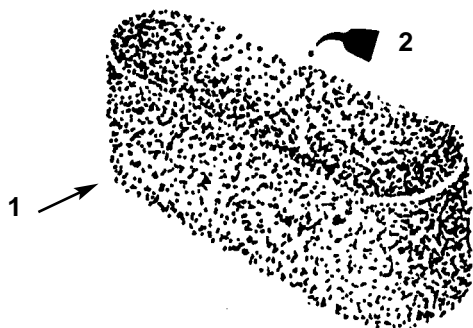

Fig. 30
- C. Versate 25-50 g di olio sul filtro (Fig. 30), e strizzatelo per distribuire l'olio.